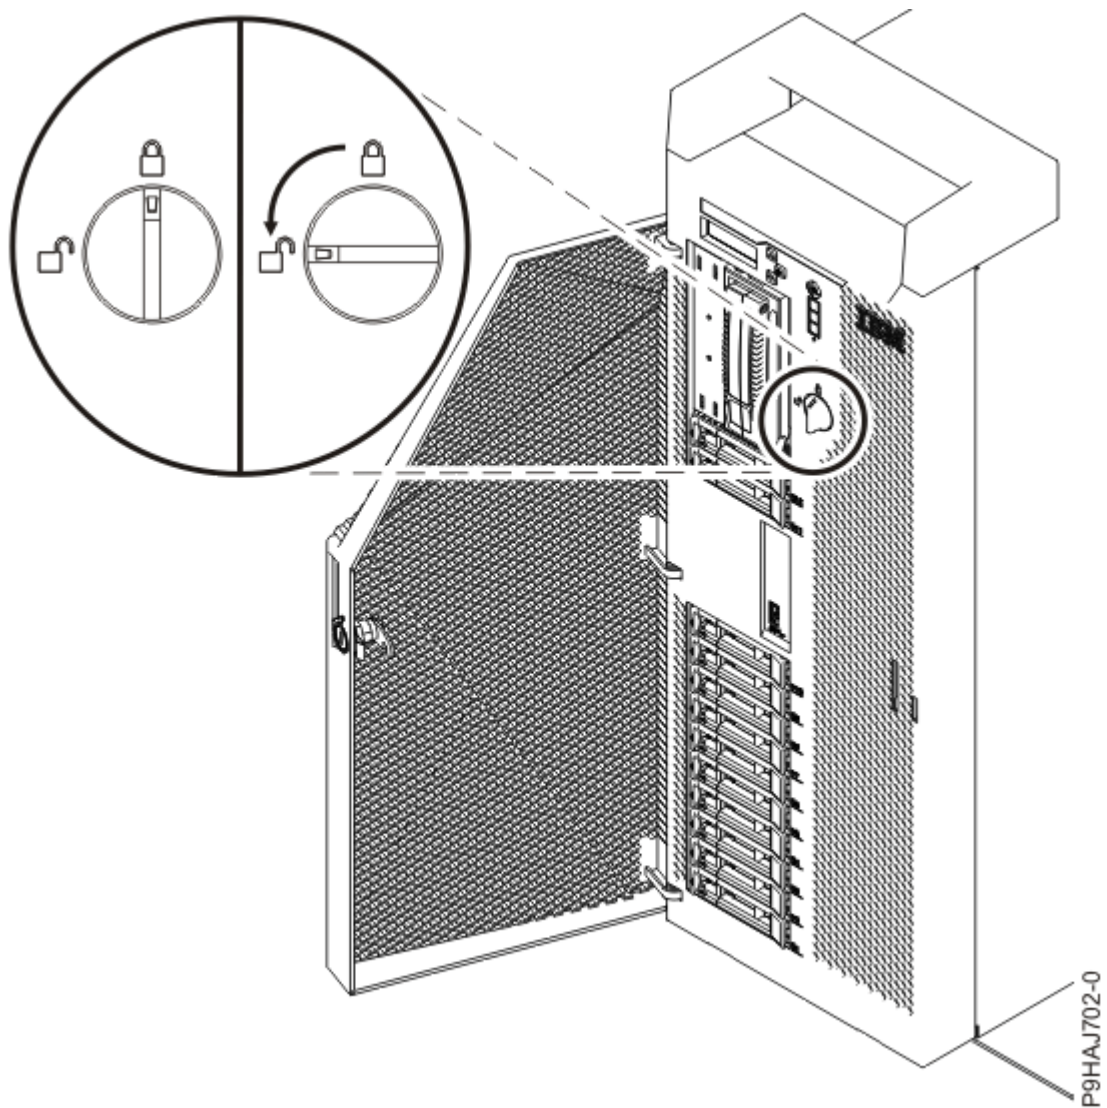

図 7. 前面カバー・ラッチのオープン
- c) カバー・ラッチを左 (反時計方向) にひねってカバーをアンロックします (9 ページの図 7 を参照)。